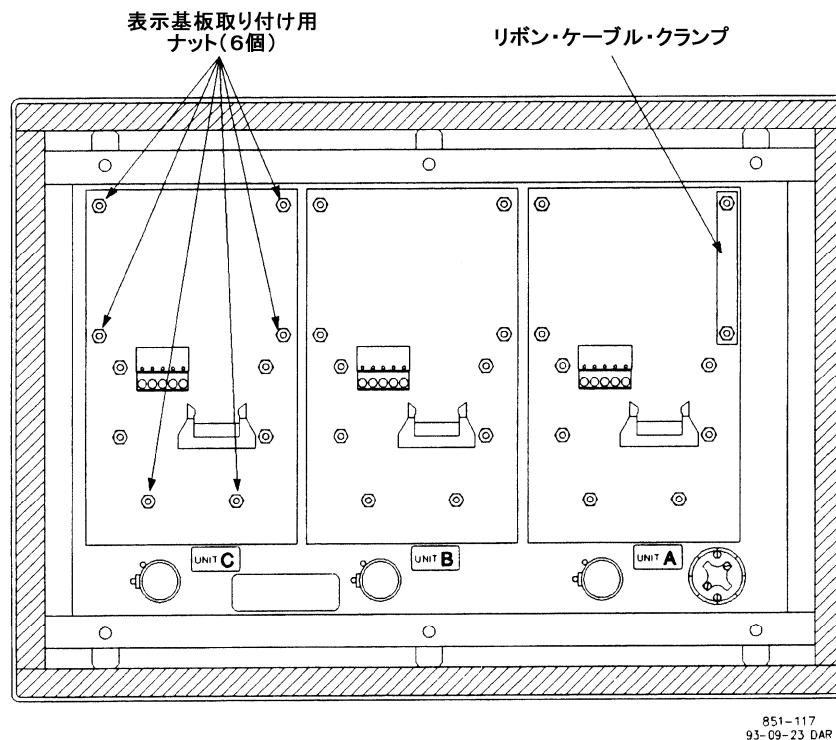

図 5-4. 表示基板
10. ProTech の前面パネルに表示基板を取り付けている6個のナットを外してください。液晶表示板を表示基板に取り付けている4個のナットを間違えて外したりしないように、図 5-4 をよく見ながら作業を行ないます。
1. 新しい(良品の)表示基板を取り付けます(図 5-4 を参照)。